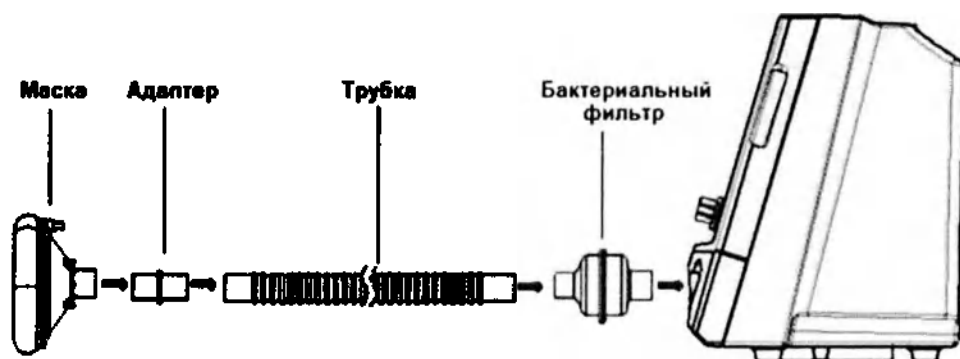

Рисунок 45- Сборка комплекта с маской
3. Подсоедините прямой соединитель 22М-22М к дыхательной трубке, а затем - к маске, как показано на Рис. 45